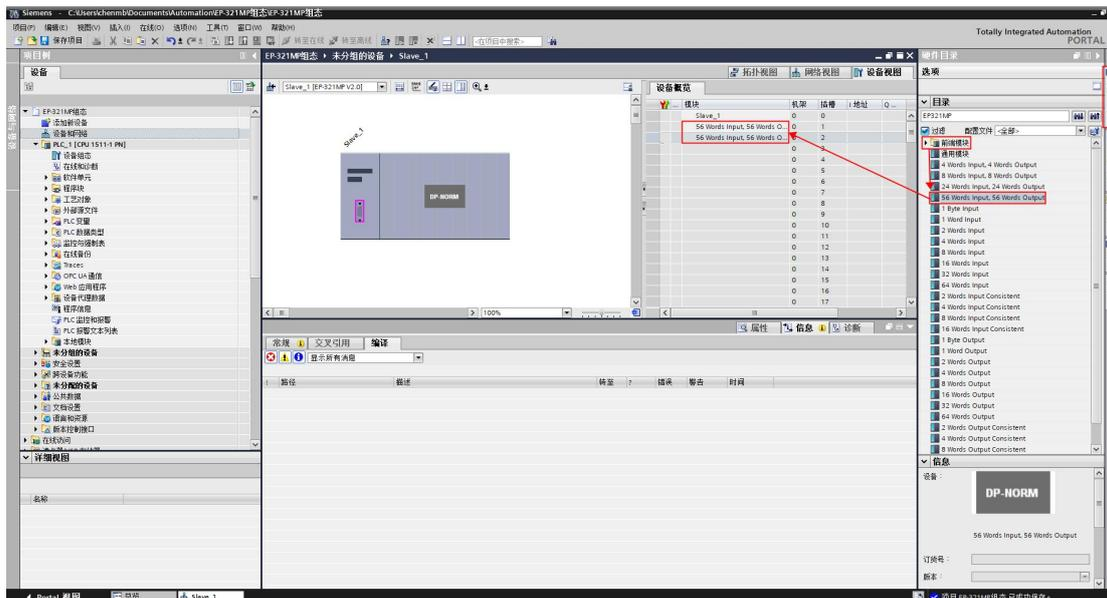

图 12 配置输入/输出数据块
12. 双击 EP-321MP 设备，将其转到“设备视图”，在右侧的目录中的“前端模块”中选中实际所需的数据块，双击放入槽位中，如图 12 所示：